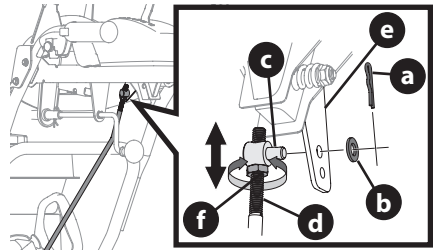

Figura 26
- Extraiga el pasador de chaveta (a) y la arandela (b) del férula de ajuste (c) de la varilla de cambio (d) y sáquelo de la palanca de cambio (e) (Figura 26, recuadro).
- Inserte la férula en el orificio superior de la palanca de cambios y sujétela con el pasador de chaveta (c) y la arandela (d) que extrajo en el Paso 8 (Figura 26). Es posible que sea necesario ajustar la férula hacia arriba o abajo.